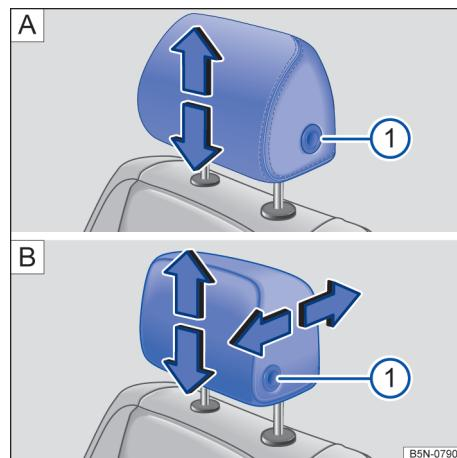

Fig. 96 Ajustar o apoio para cabeça dianteiro: **[A]** sem possibilidade de ajuste na direção longitudinal, **[B]** com possibilidade de ajuste na direção longitudinal.
- Deslocar o apoio para cabeça no sentido da seta, para cima ou para baixo e, se for o caso, com o botão → **Fig. 96 1** ou → **Fig. 97 1** para cima ou para baixo.
- Empurrar o apoio para cabeça para frente na direção da seta ou para trás com o botão → **Fig. 96 B** **1** pressionado.